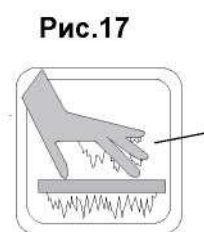

Рис.17
- Выкладывайте товар так, чтобы тот не препятствовал потоку охлажденного воздуха (Рис. 17);